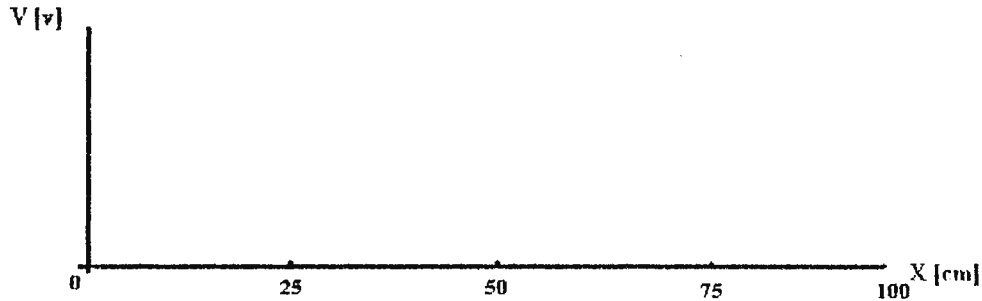

FIGURA 6.
10. Grafique en la figura 6. la distribución de voltaje desde 0 hasta media longitud de onda, es decir desplace el probador desde el comienzo de la antena hasta el final de la misma.
11. Reduzca la potencia del transmisor a 0.1w, mueva el probador de mano para la distribución de corriente a lo largo de la antena, grafique la forma de onda obtenida en la figura 6. de manera que se observe la gráfica de voltaje y de corriente en forma simultánea. (ver figura 7.)